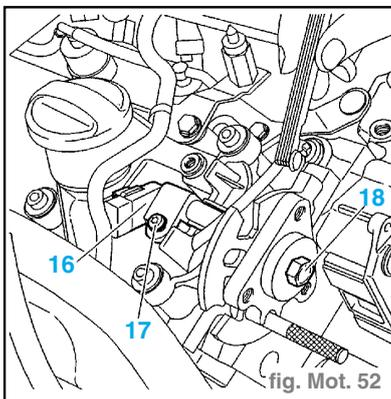

fig. Mot. 52
- Desserrer la vis (17). (fig. Mot. 52)
- Reculer le capteur position d'arbre à cames (16) à fond de boutonnières.